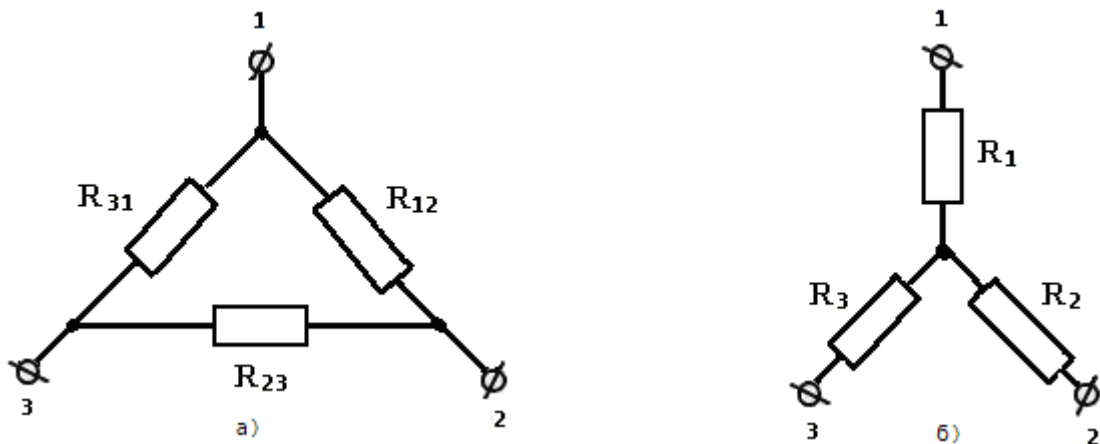

Рис. 3. Схемы замещения для треугольника а) и звезды б).
4. Какой смысл имеет понятие стабилизатор напряжения? В чем сущность стабилизации напряжения на Рис.3 в по сравнению с Рис. 3 а?
Определить эквивалентное сопротивление цепи R для R_1-R_5 можно методом замещения электрического треугольника в звезду (Рис. 3). Схемы Рис 3 а и Рис. 3 б эквивалентны по параметру сопротивлений в узлах 1, 2 и 3. Справедливо и, обратное: схема Рис 3 б может быть заменена - Рис. 3 а.